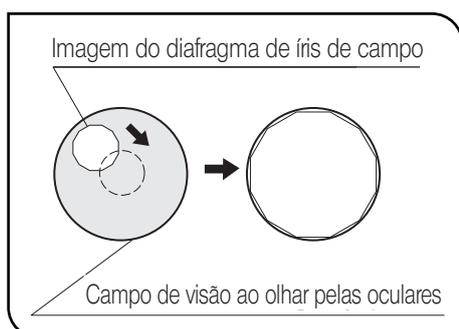

Fig. 16
4. Para verificar a centragem, abra o diagrama de íris de campo até a imagem atingir o perímetro do campo de visão. Se a imagem não ficar precisamente inscrita no campo de visão, centre-a novamente. (Fig. 16)